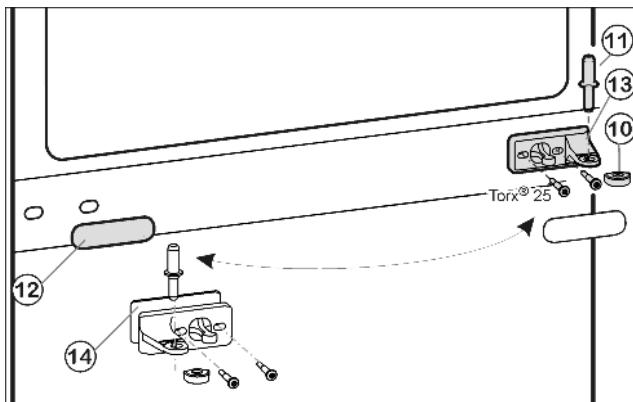
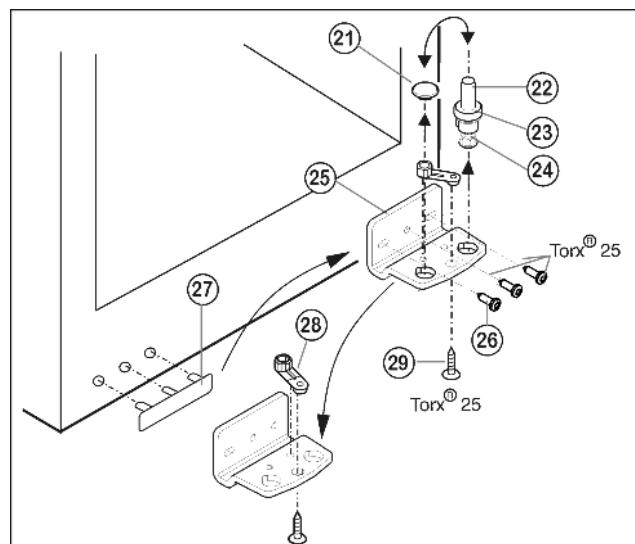

Fig. 5
Fig. 6
- ▶ Вытащите из опорного кронштейна и нижней дверцы средний опорный винт Fig. 5 (11).
- ▶ Снимите пластмассовый колпачок Fig. 5 (10).
- ▶ Открутите средний опорный кронштейн Fig. 5 (13) (2 шт. Torx® 25).
- ▶ Осторожно снимите накладку Fig. 5 (12).
- ▶ Прикрутите средний опорный кронштейн Fig. 5 (13) с подкладкой Fig. 5 (14) с поворотом на 180° на новую сторону шарнира (с моментом 4 Нм).
- ▶ Защелкните накладку Fig. 5 (12), повернув на 180 °, на стороне, где теперь будет ручка.
- ▶ Извлеките опорный винт Fig. 6 (22) в комплекте с шайбой Fig. 6 (23) и регулируемой опорой Fig. 6 (24), вытягивая его вверх.
- ▶ Снимите пробку Fig. 6 (21).
- ▶ Открутите Fig. 6 (26) опорный кронштейн Fig. 6 (25).
- ▶ Открутите Fig. 6 (29) опорную деталь Fig. 6 (28) и, перевставив в отверстие на противоположной стороне опорного кронштейна, снова прикрутите.
- ▶ Осторожно снимите и переставьте на противоположную сторону крышку со стороны ручки Fig. 6 (27).
- ▶ Снова прикрутите опорный кронштейн Fig. 6 (25) на новой стороне шарнира (с моментом 4 Нм). При необходимости используйте аккумуляторный шуруповерт.
- ▶ Переставьте пробку Fig. 6 (21) в свободное отверстие.
- ▶ Вновь установите опорный винт Fig. 6 (22) в комплекте с шайбой и регулируемой опорой. При этом фиксатор должен быть направлен назад.
- ▶ Установите нижнюю дверцу сверху на нижний опорный винт Fig. 6 (22).
- ▶ Снова наденьте пластмассовый колпачок Fig. 5 (10) на средний опорный кронштейн Fig. 5 (13).
- ▶ Вставьте средний опорный винт Fig. 5 (11) на новой стороне шарнира через средний опорный кронштейн Fig. 5 (13) в нижнюю дверцу.
- ▶ Установите верхнюю дверцу на средний опорный винт Fig. 5 (11).
- ▶ При необходимости выровняйте дверцы через два продольных паза в нижнем опорном кронштейне Fig. 6 (25) и среднем опорном кронштейне Fig. 5 (13) параллельно корпусу устройства. Для этого выкрутите средний винт на нижнем опорном кронштейне Fig. 6 (25).